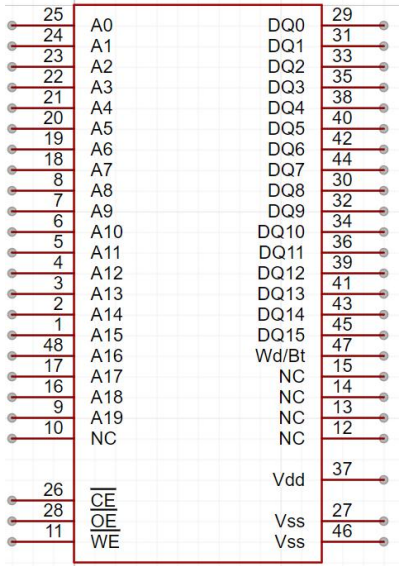

图 1
- 1、在原理图库文件 LayerCoreLib.elib 中，新建器件，根据图 1 绘制原理图库元件，命名为 **SST36VF-学号**；